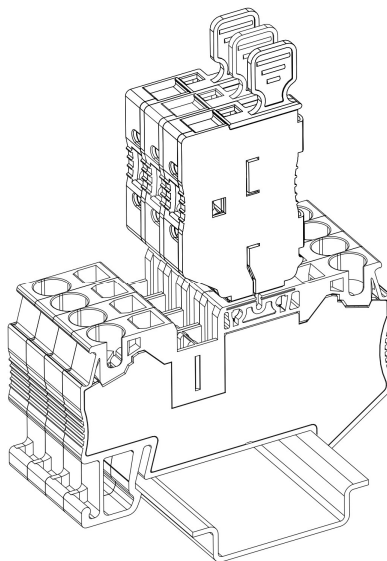

Рисунок 10 – штекеры ПР-КН в блоке клемм
- В блок клемм, ширина которых составляет 6,2 мм, штекеры устанавливаются не в шахматном порядке (рис.10).